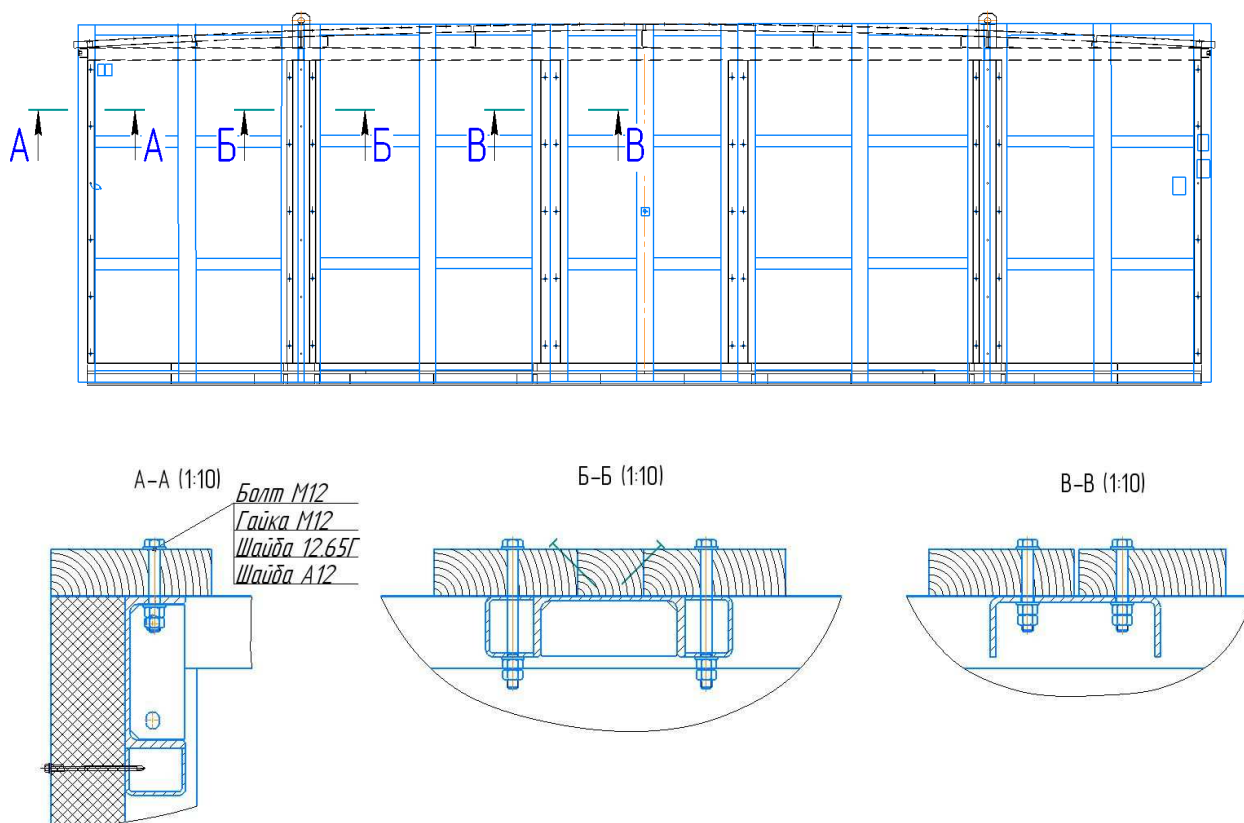

Рисунок 1 - Демонтаж упаковочных щитов
2.1 Открутить болты крепления упаковочных щитов (рисунок 1). Расположение щитов может отличаться в зависимости от компоновки.